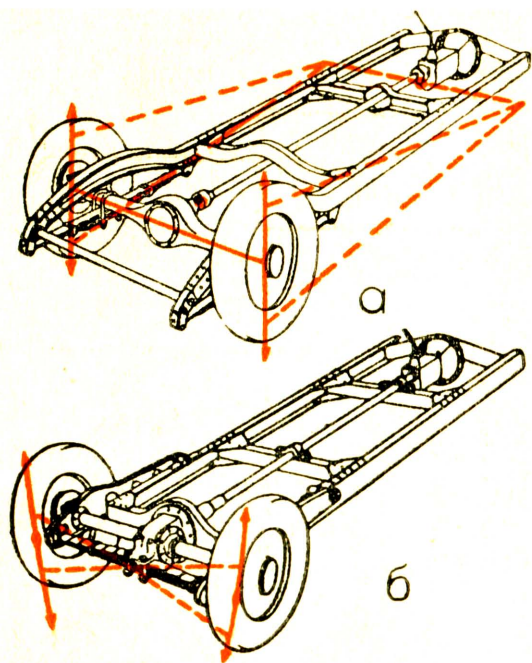

Рис. 35. Рама, осі та ресори.
Осі автомашини можуть бути або **сталі**, то значить виконані з одної штаби, чи з двох частей, але не ломаних, або **ламани** зложені з двох півосей, що можуть ламатись під кутом. Тоді обидва колеса завішені незалежно від себе, що дає краще ресорунання. На рис. 35 а бачимо раму зі сталими осями, а на рис. 35 б з ламаними. В обидвох випадках осі прикріплені до рами за посередництвом нівеліптичних ресорів.
Рис. 35 а. Двосувний рушій.
1. Немає хлипаків, а тим самим і кулачкового валка та попихачів. Их заступають отвори звані каналами в циліндрі, згл. в толочу. Маємо отже канал всисний (рис. 35 а „Е”), канал вихлипний „А” і канал переплиновий „С”! Вхід переплинового каналу до циліндра означений буквою „В”.
рушія і тому мусить він бути зовсім щільний, а в картері не може бути олія (гл. рис. 35 а).
Рушій з носковим толоком з'ображений на рис. 35 а вгорі. Носок толока означений буквою „D". Перебіг праці такого рушія є наступний:
По вибуху толок посувається вниз і легко стискає заслану перед тим до корбового простору мішанку. Горішний правий беріг толока відкриває вихлипний канал **A**, а сейчас після того також переплизовий канал **C—B**. Гази спалення виходять вихлипним каналом, а свіжа, стиснена передтим, мішанка входить отвором **B** до циліндра, де носок **D** спрямовує її вгору (рис. 35 а, вгорі направо) і не дозволяє лишатись з газами спалення. В тім часі толок осягає долішне мертве положення, а потім посувається вгору і зачиняє отвори переплизового і вихлипного каналу. Гази спалення вспіли вже вийти, а свіжа мішанка виповнила циліндер. Дальшим рухом вгору, толок стискає мішанку в циліндрі, а рівночасно розріджує простір корбовий, бо всі канали зачинені. Коротко перед гор. мертвим положенням, долішний беріг толока відчиняє всисний канал **E** (рис. 35 а вгорі наліво за толоком), яким свіжа мішанка впадає до розрідженого простору під толоком. Толок доходить до горішнього мертвого положення, настає вибух і перебіг праці повторяється.
Праця рушія з плоским толоком представлена на рис. 35 а внизу. Різниться він від попереднього конструкцією толока та формою і розміщенням каналів, що саме дозволяють на вплив газів і наповнення циліндра без участі носка.